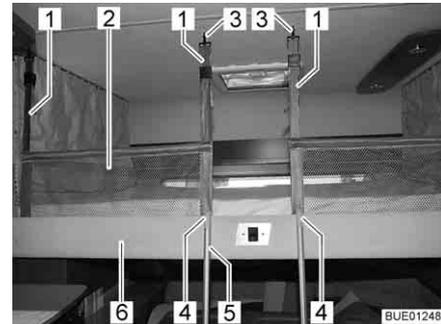
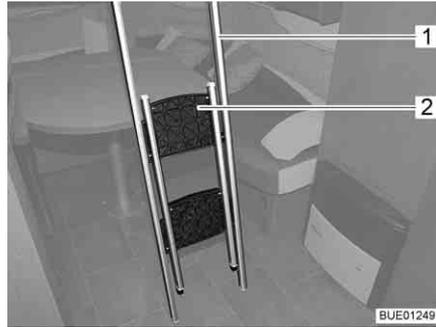
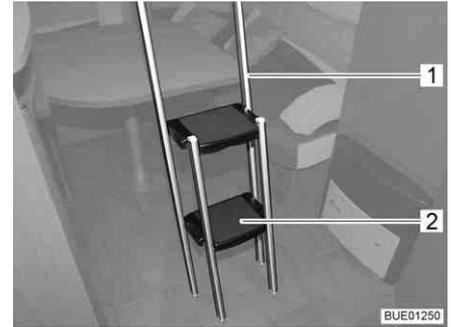

Bild 75 Hubbett mit aufgespanntem Sicherungsnetz
Bild 76 Aufstiegsleiter eingeklappt
Bild 77 Aufstiegsleiter ausgeklappt
Das Sicherungsnetz (Bild 75,2) mit den Sicherungsgurten liegt im Hubbett unter der Matratze. Das Sicherungsnetz erst aufspannen, wenn sich die Personen bereits im Hubbett befinden.
- Die Sicherungsgurte (Bild 75,1) in die Haken (Bild 75,3) an der Decke einhängen.
- Aufstiegsleiter (Bild 75,5) mit den beiden Bügeln (Bild 75,4) in die Griffleiste (Bild 75,6) am Hubbett einhängen.
- Den eingeklappten Teil (Bild 76,2) der Aufstiegsleiter (Bild 76,1) am oberen Rand fassen und herausklappen, bis alle vier Füße sicher auf dem Boden stehen (Bild 77).
- Trittstufen (Bild 77,2) einklappen.
- Aufstiegsleiter (Bild 77,1) aus der Griffleiste (Bild 75,6) am Hubbett aushängen.